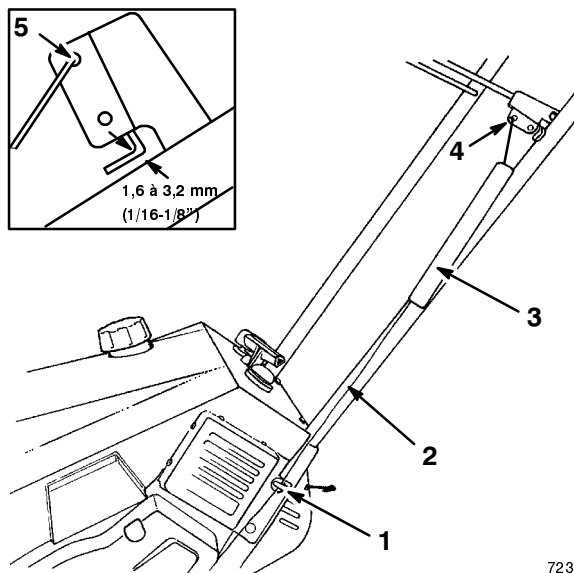

Figure 6
- Accrocher le ressort dans le trou supérieur du support de la barre de commande (Fig. 6).
- Tirer la barre de commande en arrière, vers la poignée, jusqu'à ce que le câble soit tendu. L'écart entre le support de la barre de commande et le mancheron doit être alors d'environ 1,6 à 3,2 mm (1/16-1/8"), voir l'encadré de la Figure 6. Si un réglage est nécessaire, voir les instructions de *Réglage de la barre de commande*, page 14.